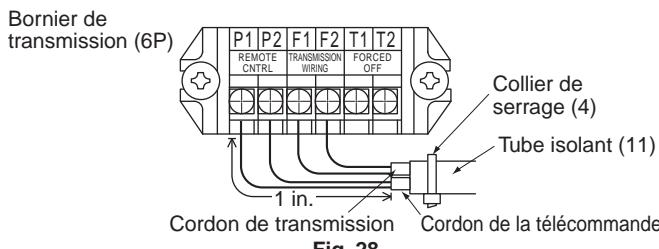

Fig. 28
- Ajoutez la télécommande 2 à la boîte des bornes de transmission (P1 P2) de la boîte de commutation. (Pas de polarité.) (Reportez-vous à la Fig. 28 de la page 11 et au Tableau 4 de la page 11)